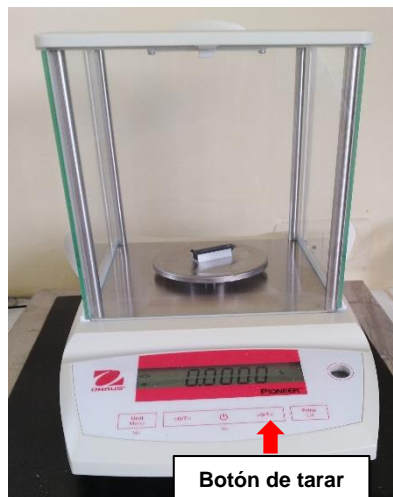

Fig.15 Tarar el soporte y la baqueta
- Colocar el soporte con una pinza en la zona central del platillo de la balanza y sobre éste la baqueta, luego presionar el botón de tarar (Fig.15).